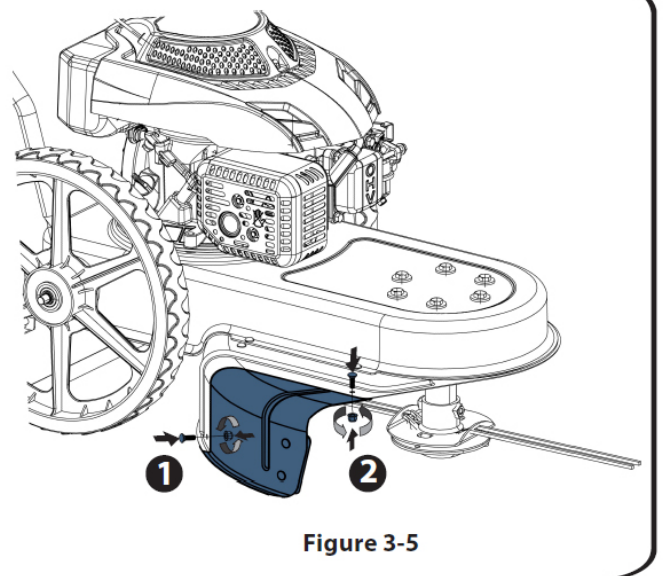

Figure 3-5
2. Insérez le boulon dans le trou avec vissez l'écrou et fixez-le à l'aide d'un outil. Voir Figure 3-5.